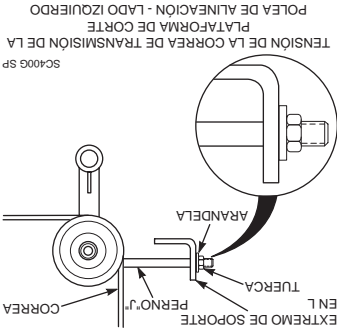

Figura 1. Ajuste de la correa de transmisión de la plataforma
2. Ajuste la correa de transmisión de la plataforma de corte usando un medidor de tensión para la misma. Ajuste la correa de modo que la misma se mueva 1/2" con 10 libras de presión. Ajuste la tensión apretando o arrojando la tuerca del perno tipo J. (Vea la Figura 1).